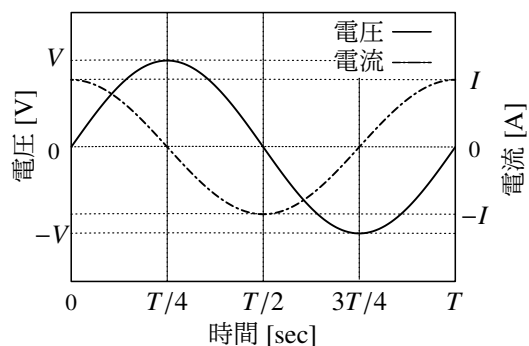

図 4-2 コンデンサの電圧と電流の位相関係 (瞬時値)
- (参考) 瞬時値で表現すると、図 4-2 の特性を持った素子である。